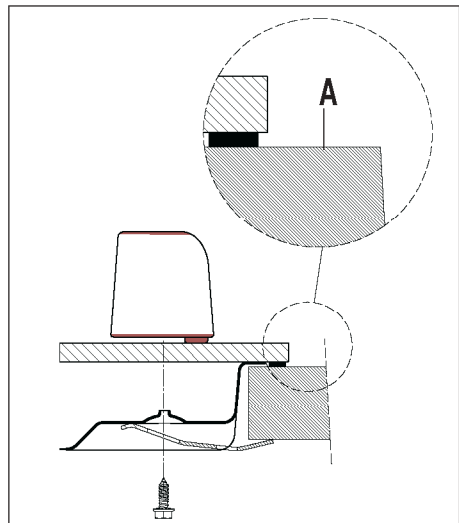

Рис. 9
- 4) Прикрепите панель соответствующими винтами из комплекта поставки инжекторов (рис. 9).